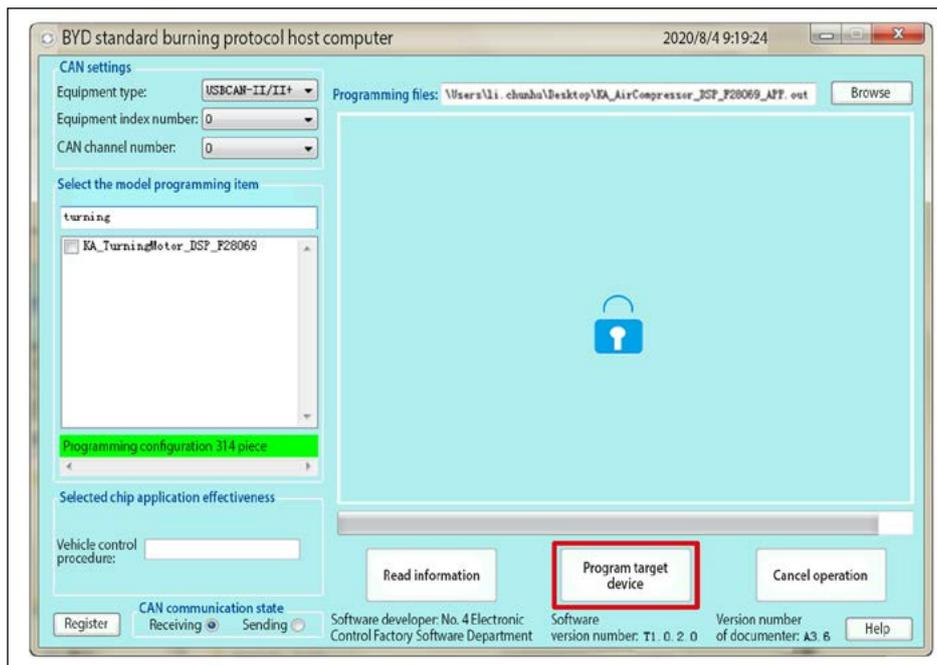

Figura 5-5-23
3. Após a importação do programa, clique para executar a programação (conforme mostrado na Figura 5-5-23) e observe a barra de progresso até atingir 100%, o que significa que a programação do programa está concluída.